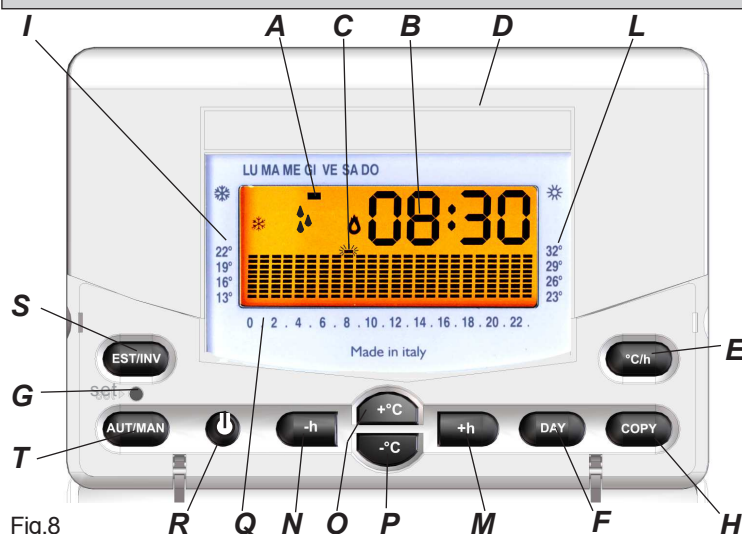

Fig.8
Durante il funzionamento, premendo il tasto °C/h (Fig.8), vengono visualizzati alternativamente l'orario, la temperatura ambiente (contrassegnata con il simbolo "c" in alto a destra), l'umidità relativa ("hr"), e il punto di rugiada ("d").
Nel programma estivo (☀) viene visualizzato anche il grafico di abilitazione dell'impianto di deumidificazione all'interno della schermata di visualizzazione durante la visualizzazione del punto di rugiada. Per cambiare stagione è sufficiente premere il tasto EST/INV (Fig.8).
Il segmento in alto a sinistra (A in Fig.8), in corrispondenza delle scritte sovrastampate, indica il giorno al quale si riferisce il programma.
La temperatura programmata (B in Fig.8) viene visualizzata in alto a destra durante la programmazione ed è identificata dal lampeggio del giorno e del simbolo "c" indicante i °C.
EASY H, all'inserimento delle batterie, presenta un diagramma standard di utilizzo, mentre l'orologio parte dall'ora 00:00 di Lunedì (LU). Per modificare il programma standard portarsi al giorno desiderato mediante il tasto **DAY** (Fig.8) e variare il grafico giornaliero utilizzando i quattro tasti centrali disposti a croce.
I tasti **+h** e **-h** (Fig.8) spostano il cursore orizzontalmente lungo l'asse delle ORE, mentre i tasti **+°C** e **-°C** (Fig.8) variano la temperatura impostata.
- Premendo il tasto **DAY** (F in Fig.8) si passa al giorno seguente visualizzando il programma memorizzato (se non esiste verrà visualizzato il grafico standard) che potrà essere modificato come descritto precedentemente.
Per modificare il programma standard portarsi al giorno desiderato mediante il tasto **DAY** (Fig.8) e variare il grafico giornaliero utilizzando i quattro tasti centrali disposti a croce. I tasti **+h** e **-h** (Fig.8) spostano il cursore orizzontalmente lungo l'asse delle ORE, mentre i tasti **+°C** e **-°C** (Fig.8) modificano lo stato di abilitazione rispettivamente in "On" e "Off".
- Premendo il tasto **DAY** (F in Fig.8) si passa al giorno seguente visualizzando il programma memorizzato che potrà essere modificato come descritto precedentemente.
Con i tasti **+h** o **-h** si scorrono i giorni della settimana e per confermare il GIORNO in cui copiare il programma premere il tasto **COPY**. Per uscire dalla funzione **COPY** attendere qualche secondo senza premere alcun tasto. Terminata la programmazione dell'intera settimana non resta che aggiornare l'ORA ed il GIORNO premendo, mediante uno strumento appuntito, il tasto **SET**. (Fig.8).
Da questo momento **EASY H** inizia il suo regolare funzionamento indicando ogni inserimento del carico (riscaldamento o condizionamento) mediante l'accensione del simbolo della fiamma sul display (Fig.8).
Premendo il tasto **AUT/MAN** (Fig.8) il cronotermostato entra nel funzionamento manuale spegnendo il grafico (che rimane memorizzato) e accendendo il simbolo della mano  (Fig.8). Si ha ora la possibilità, tramite il tasto **°C/h**, di impostare la temperatura manuale o i valori di soglia di allarme del punto di rugiada.
Visualizzando la temperatura o l'umidità relativa in modo manuale, **EASY H** si comporta come un semplice termostato ambiente dove la regolazione avviene impostando la temperatura con i tasti **+°C** e **-°C** (N, O in Fig.8). La temperatura impostata, leggibile sul display, verrà mantenuta fino a che non si uscirà dal funzionamento manuale ripremendo il tasto **AUT/MAN** (modo di funzionamento automatico).
Premendo per due secondi il tasto  (R in Fig.8) si spegne il cronotermomostato. Quando spento **EASY H** disattiverà le funzioni relative ai programmi impostati, che rimarranno comunque memorizzati, e visualizzerà alternativamente la scritta OFF con l'ora attuale o la temperatura rilevata. Per scegliere la visualizzazione dell'ORA piuttosto che della TEMPERATURA o dell'UMIDITA' premere il tasto **°C/h**. Quando il cronotermostato è spento mantiene attiva la FUNZIONE ANTIGELO. Se la temperatura ambiente rilevata scende sotto i **7 °C** ($7^{\circ}\text{C} - 0.2^{\circ}\text{C} = 6.8^{\circ}\text{C}$) l'apparecchio aziona l'impianto per mantenere in circolazione l'acqua e impedire che si ghiacci nei tubi.